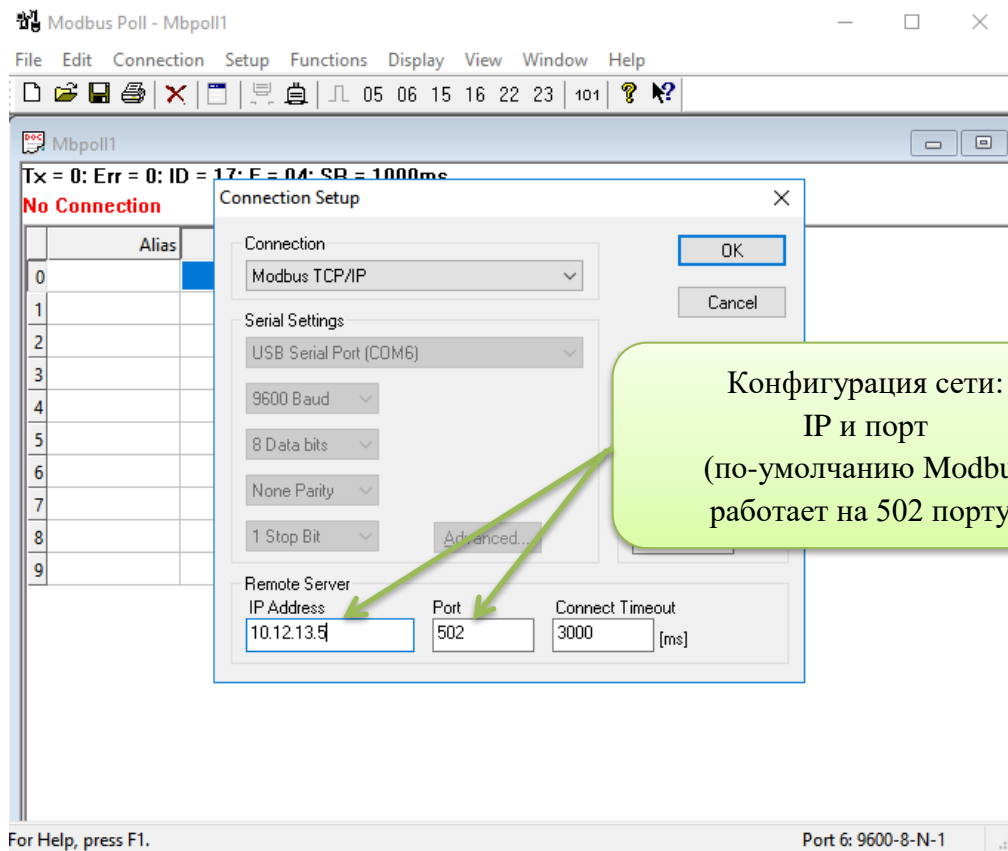

Рисунок 3 - Пример конфигурирования программы (Modbus Poll)
- б) Для подключения к Мультиграф-Сталь с помощью внешней программы по протоколу Modbus TCP необходимы только IP-адрес и порт 502 (рисунок 3)